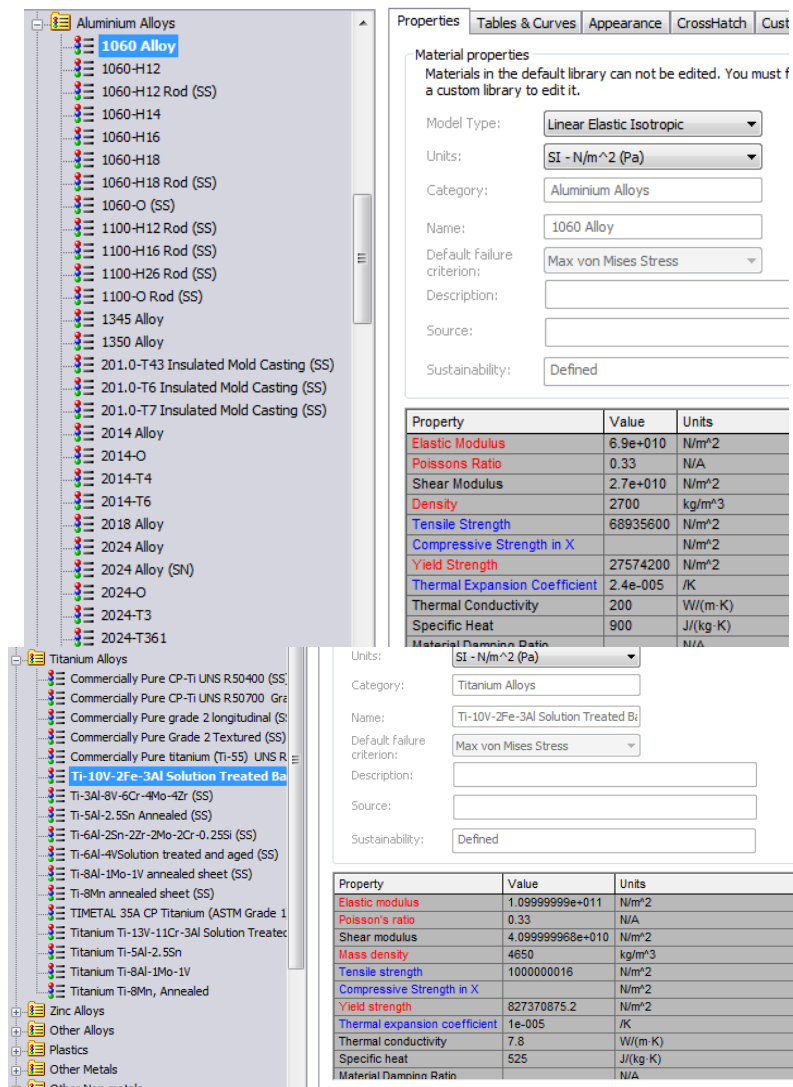

Рис. 3.2.3. Визначення матеріалів біметалічної балки
3. Присвойте деталям збірки матеріали, котрі вказані на рис.1 (див. рис. 3.2.3)